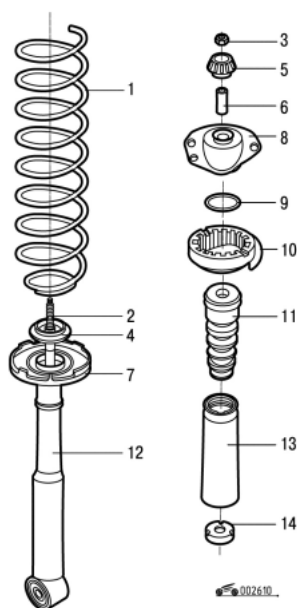

Рис. 6.10.
- удерживая шток амортизатора в неподвижном положении, снимите гайки 3 (рис. 6.10);